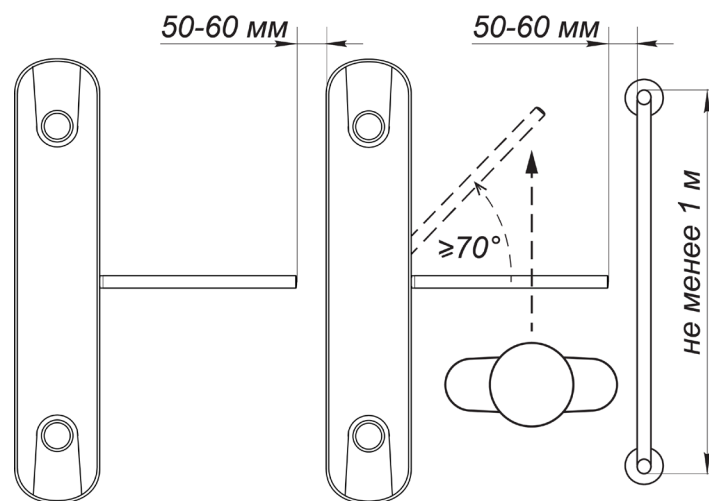

Рисунок 10. Рекомендации по организации зоны прохода
- организовать зону прохода через стойку в соответствии с рис. 10;
Для обеспечения регистрации проходов при работе турникета под управлением контроллера СКУД, необходимо организовать зону прохода таким образом, чтобы при проходе через турникет осуществлялся поворот преграждающих планок на угол не менее 70° (см. рис. 10).